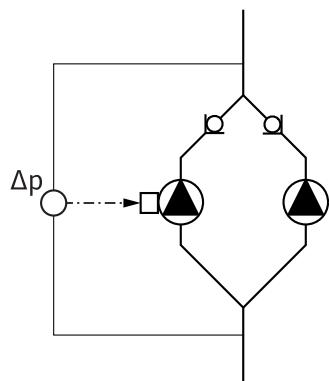

Fig.18: Esimerkki, paine-eroanturin liitäntä
- Esimerkissä Fig.18 on Master-pumppu virtaussuuntaan vasen pumppu. Paine-eroanturi yhdistetään tähän pumppuun.